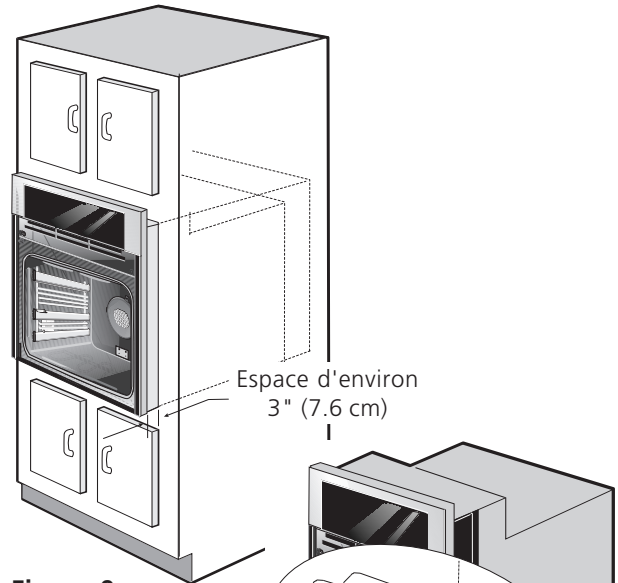

Figure 9
3. Insérez l'unité dans le découpage de l'armoire (Figure 6). Glissez l'unité vers l'intérieur en laissant un espace de 3" (7.6 cm) entre le four et le devant de l'armoire (Figure 9). Tout en glissant l'appareil vers l'intérieur, tirez le câble gainé à travers le trou du plancher de l'armoire et vers la boîte de jonction.